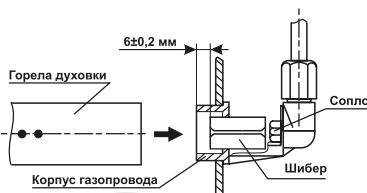

Рис.18
### Установка шибера для работы на другом виде газа (рис.18, 18а, 18б)
- удалите шибер из корпуса газопровода (рис. 18а);
Рис.18а